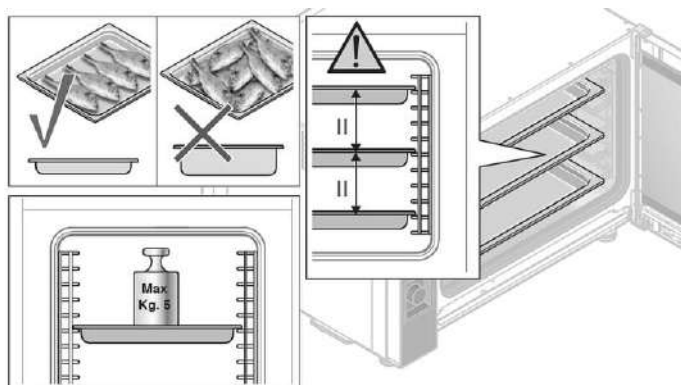

Abb. 18
- Für ein perfektes und gleichmäßiges Garen von Speisen empfehlen wir die Verwendung von nicht zu hohen GN-Behältern oder Backformen, damit eine gute und ausreichende Luftzirkulation gewährleistet ist (Abb. 18).